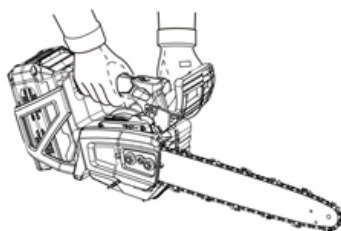

Fig 3
- Mantenere una presa salda sulla macchina con entrambe le mani (Fig. 3), con la mano destra sull'impugnatura posteriore e la mano sinistra sull'impugnatura anteriore, quando l'unità è in funzione. Utilizzare una presa salda con i pollici e le dita attorno alle impugnature della motosega. Una presa salda aiuta a ridurre i contraccolpi e a mantenere il controllo della macchina. Entrambe le mani devono essere sempre utilizzate per controllare la macchina.